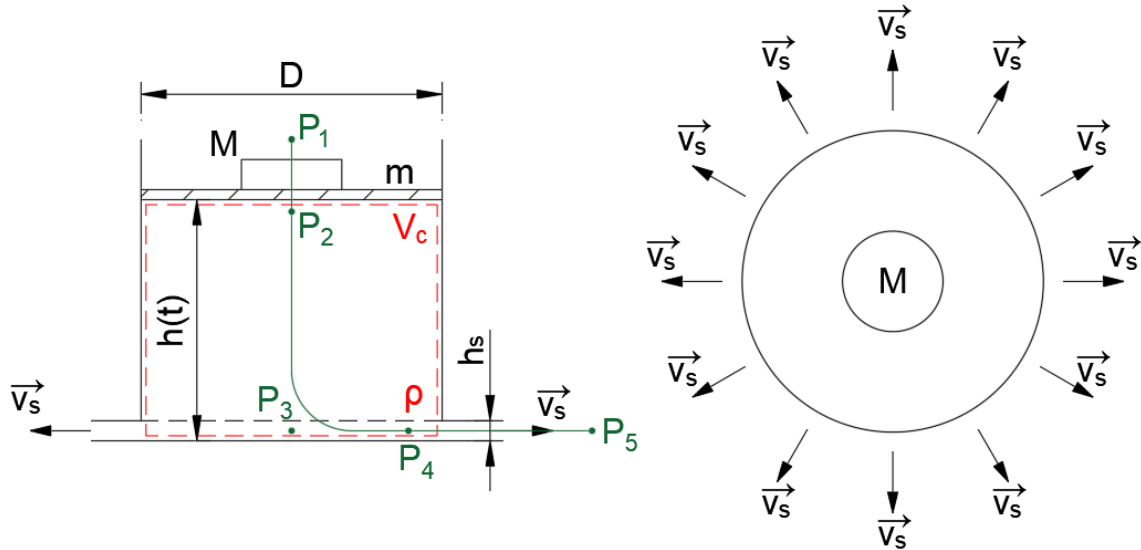

Figura 10.13: Esquema del depósito con salida de tipo anillo.
7. Para el depósito de la Figura 10.13 hallar la expresión del tiempo que tardaría en vaciarse sabiendo que  $h(t = 0) = H_0$